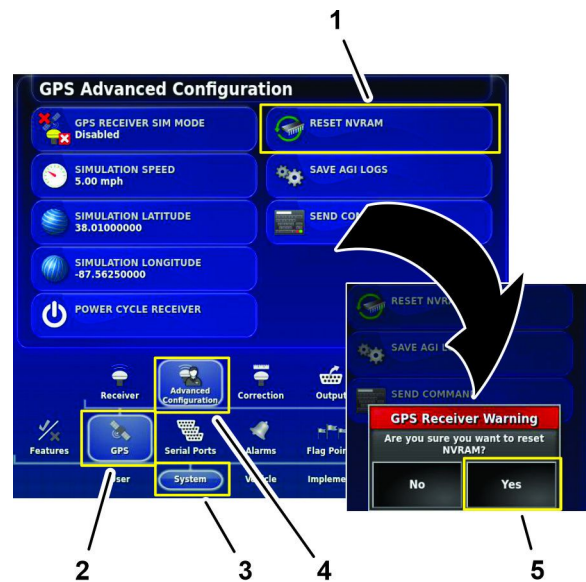

Figura 213
1. En la pantalla Configuración, pulse el icono SISTEMA, el icono GPS y el icono CONFIGURACIÓN AVANZADA (Figura 213).
2. En la pantalla Configuración avanzada del GPS, pulse el icono REINICIAR NVRAM (Figura 213).
3. En el cuadro de diálogo Advertencia recepción GPS, pulse el icono Sí (Figura 213).